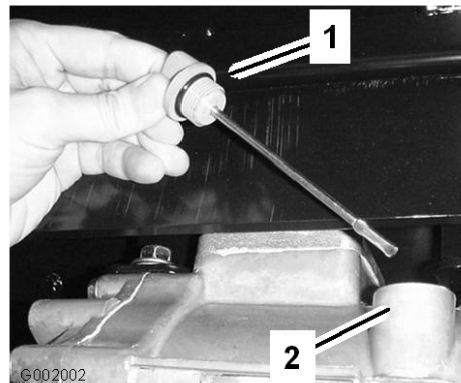

図 62
2. トランスアクスルのディップスティックを抜き、ウェスで一度きれいに拭く(図 62)。